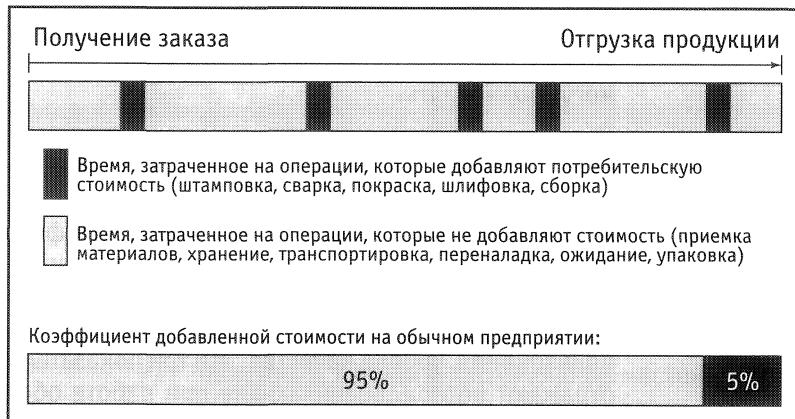

Рис. 4-9. VAR — коэффициент добавленной стоимости.
*Коэффициент добавленной стоимости (VAR\*).* Этот показатель указывает, сколько времени было затрачено на операции, добавляющие потребительскую стоимость (рис. 4-9).